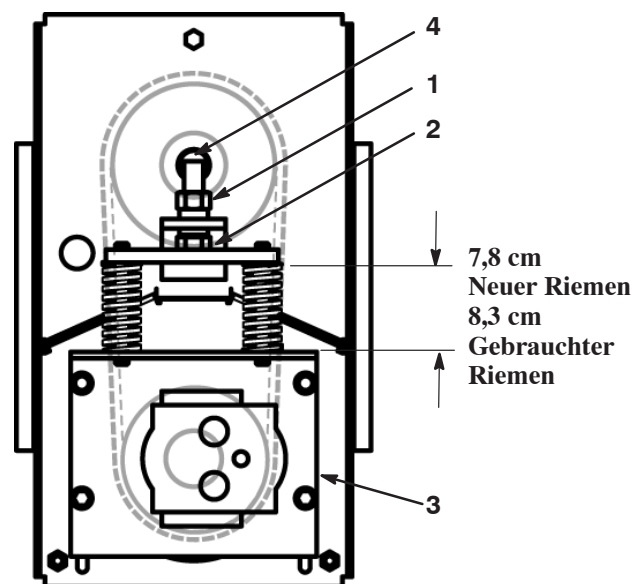
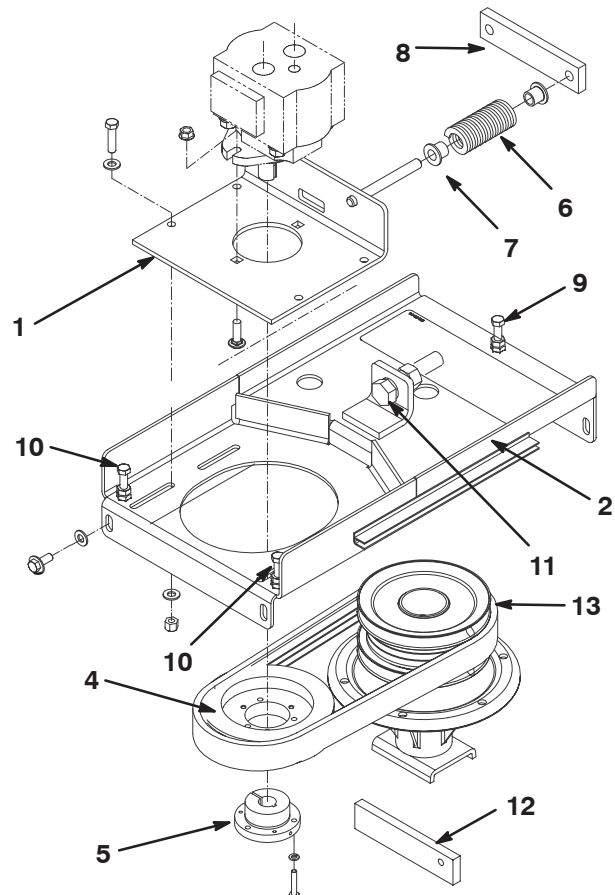

Bild 66
Bild 68
3. Lösen Sie die Klemmmutter und lösen Sie die Spannung der Federn mit der Spannschraube (Bild 66).
4. Lösen Sie die vier (4) Kopfschrauben, mit denen die Schiebeplatte an der Motorbefestigung befestigt ist (Bild 66).
5. Ziehen Sie die Spannschraube fest, bis die Federn auf die Maße komprimiert sind, die in Bild 66 angegeben sind.
6. Ziehen Sie die Klemmmutter an, um die Einstellung zu arretieren (Bild 66).
7. Ziehen Sie die vier (4) Kopfschrauben an, mit denen die Schiebeplatte an der Motorbefestigung befestigt ist (Bild 66).
2. Lösen Sie die Klemmmutter und lösen Sie die Spannung der Federn mit der Spannschraube (Bild 68).
4. Drehen Sie die Mutter auf die Einstellschraube, schrauben Sie dann die Einstellschraube hinten in die Motorbefestigung (Bild 68).
5. Lösen Sie die vier (4) Kopfschrauben, mit denen die Schiebeplatte an der Motorbefestigung befestigt ist (Bild 68).
6. Nehmen Sie die vier (4) Kopfschrauben und Scheiben ab, mit denen die Motorbefestigung am Mähwerk befestigt ist (Bild 68).
8. Positionieren Sie die Motorbefestigung auf das Mähwerk und verlegen Sie gleichzeitig den Riemen um die Spannscheibe (Bild 68). Achten Sie darauf, dass Sie nicht die flexiblen Hydraulikschläuche verbiegen, verdrehen, abknicken oder beschädigen.
9. Befestigen Sie die Motorbefestigung mit den vorher abgenommenen vier (4) Kopfschrauben und Muttern lose am Mähwerk.
10. Prüfen Sie die Antriebsscheibenhöhe (Bild 68) wie folgt:
- Schieben Sie die Höhenmesslehre (Bild 68) unter die Antriebsscheibe (nicht unter die Spannbüchse).
- Ziehen Sie die drei (3) Einstellschrauben gleichmäßig an oder lösen Sie sie (Bild 68), bis die Scheibe unten flach an der Höhenmesslehre anliegt (ungefähr 3,8 cm).
- Ziehen Sie die vier (4) Kopfschrauben und Scheiben fest, mit denen die Motorbefestigung am Mähwerk befestigt ist.
11. Ziehen Sie die Spannschraube fest, bis die Federn auf die Maße komprimiert sind, die in Bild 66 angegeben sind.
12. Ziehen Sie die Klemmmutter an, um die Einstellung zu arretieren (Bild 66).
13. Ziehen Sie die vier (4) Kopfschrauben an, mit denen die Schiebeplatte an der Motorbefestigung befestigt ist (Bild 66).
4. Lösen Sie die vier (4) Kopfschrauben, mit denen die Schiebeplatte an der Motorbefestigung befestigt ist (Bild 68).
5. Nehmen Sie die vier (4) Kopfschrauben ab, mit denen die Motorbefestigung am Mähwerk befestigt ist (Bild 68).